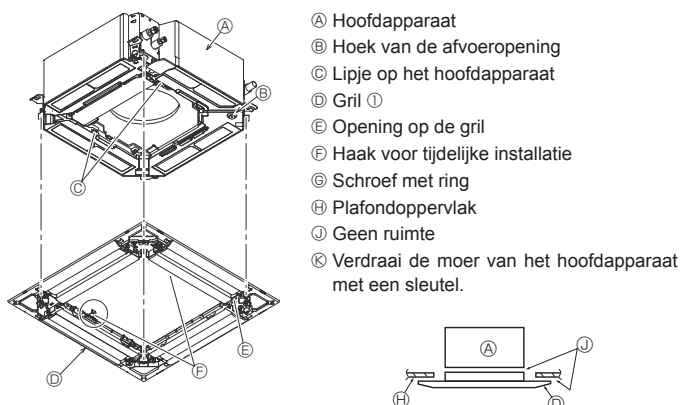

Fig. 9-6
9.4.2. Tijdelijke installatie van de grill (Fig. 9-6)
- Zet de grill aan het hoofdapparaat vast door de eerder geïnstalleerde schroeven aan te draaien. (Fig. 9-6)
Let er goed op dat er geen ruimte blijft tussen het hoofdapparaat en de grill of tussen de grill en het plafondoppervlak. (Fig. 9-6)
- Nadat de schroeven zijn aangedraaid, controleert u of de twee grillhaken (Fig. 9-6) zijn bevestigd aan de haken op de hoofdunit.